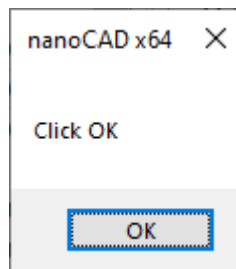

Рис. 51. Подтверждение выбора имени старой полки
**Внимание!** Особенности текущей версии nanoCAD таковы, что корректный выбор имени старой полки достигается только после вывода дополнительного сообщения **Click OK** (рис. 51).